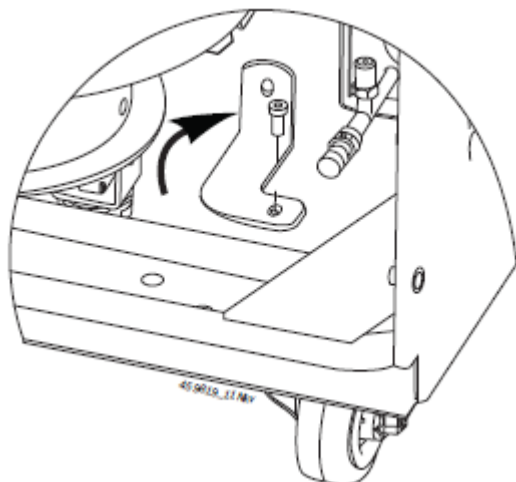

Fig. 11: Vrid låsbygeln
7. Vrid låsbygeln cirka 90 grader (se fig. 11) så att den flyttas bort från behållarens monteringsplatta.